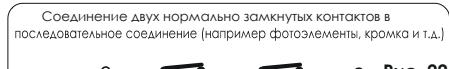
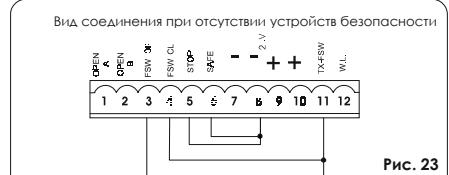
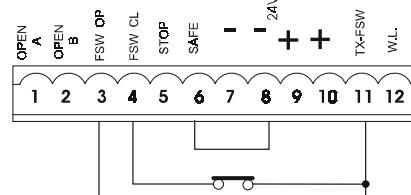

Рис. 22
Рис. 23
Рис. 24
**Примечание:** Если никакие устройства к данным клеммам не подключаются, то необходимо установить перемычку между контактными клеммами FSW OP и –TX FSW (см. рис.22).
**Примечание:** при подключении более двух устройств, имеющих одинаковые функции (на открытие, на закрывание, на открытие и на закрывание, граница), необходимо Н.З. контакты соединить последовательно (на рис. 22). Если устройства безопасности не используются, необходимо установить перемычки, как показано на рис. 23. Подключение фотодатчиков и других устройств безопасности показано ниже (рис. 24 – 26):